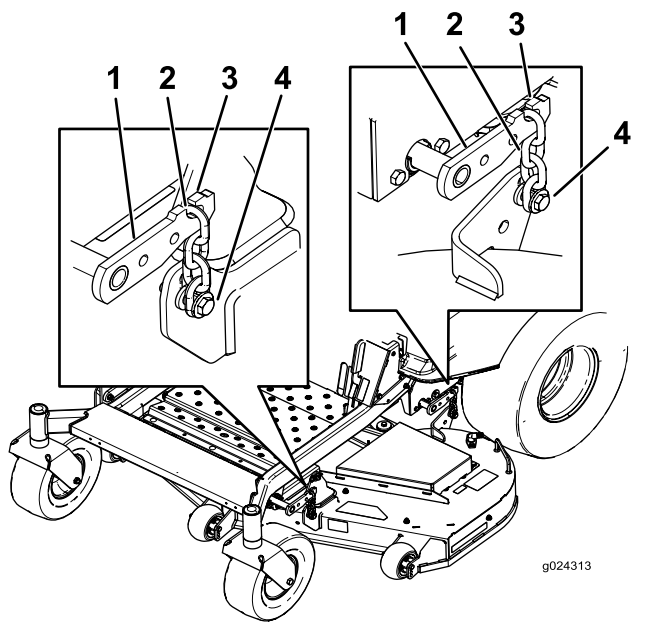

Figure 64
7. Détachez les chaînes des crochets sur les bras de levage du tablier (Figure 64).
6. Soulevez l'arrière du tablier de coupe et accrochez les chaînes aux bras de levage arrière (Figure 64).
7. Accrochez les chaînes avant aux bras de levage avant (Figure 64).